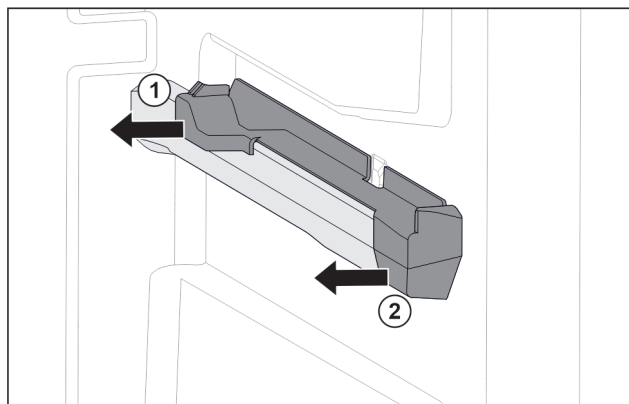

Fig. 194 Вставная часть на правом контейнерном ребре
- ▶ Отодвиньте вставную часть сзади в сторону. Fig. 194 (1)
- ▶ Отодвиньте вставную часть спереди в сторону. Fig. 194 (2)